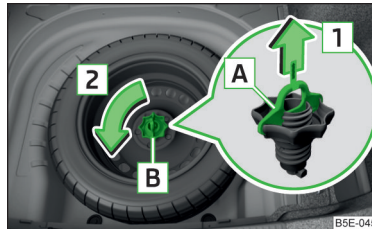

Abb. 207
Das Rad befindet sich in einer Mulde unter dem Bodenbelag im Gepäckraum und ist mit einer Sicherungsschraube **B** befestigt » Abb. 207.
- › Die Sicherung **A** in Pfeilrichtung **1** herausziehen » Abb. 207.
» Abb. 207.